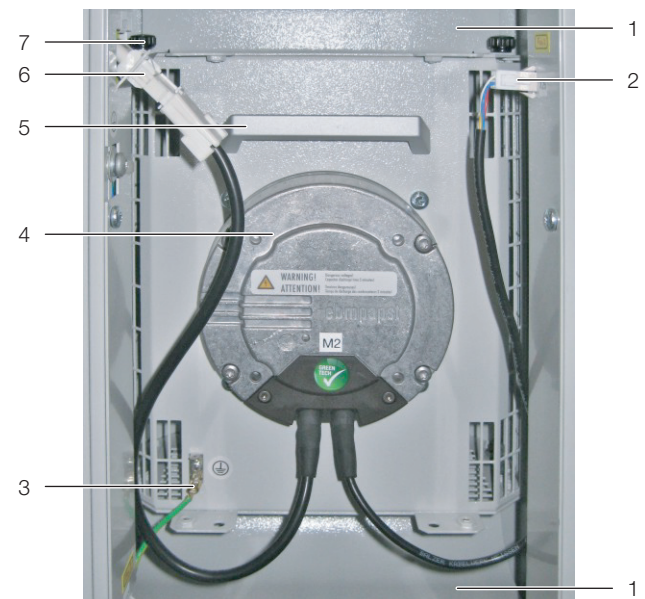

Abb. 44: Lüftermodul im Lüftereinschub
- Lösen Sie links und rechts die beiden Anschlussstecker DC und AC des Lüfters (Abb. 44, Pos. 2 und 6).
- Lösen Sie die Schutzleiterverbindung am Lüfter (Abb. 44, Pos. 3)
- Lösen Sie oben und unten jeweils links und rechts zwei Rändelschrauben (Abb. 44, Pos. 7) an den Luftleitblechen des Lüfters.